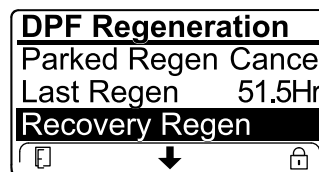

Figura 48
- Se il computer del motore non ha richiesto una rigenerazione di recupero e voi scorrete il menu verso il basso fino all'opzione RECOVERY REGEN, la rigenerazione di recupero viene bloccata e l'icona di blocco (Figura 48) compare nell'angolo in basso a destra dell'InfoCenter.